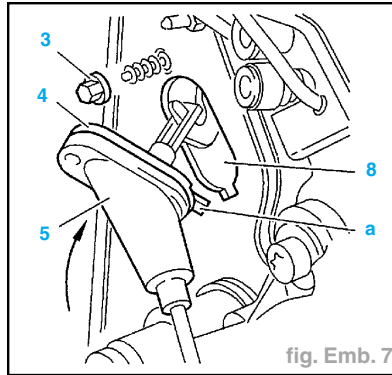

fig. Emb. 7
- Positionner le support de câble assemblé (4) ; (5) sur le tablier (8) en commençant par l'introduction de l'ergot (a) (fig. Emb. 7).
- Faire pivoter le support assemblé du câble (4) ; (5) suivant la flèche.
- Serrer l'écrou (3).
- Positionner le câble d'embrayage sur le levier et dans le support (2) sur boîte de vitesses.
- Procéder au réglage du câble d'embrayage en vissant l'écrou de réglage (1) :
- tendre le câble d'embrayage en vissant l'écrou de réglage (1),